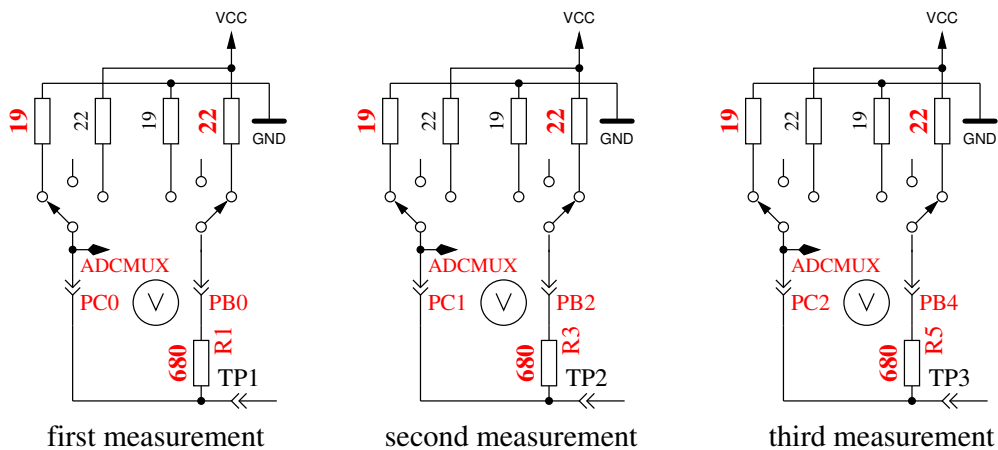

Abbildung 4.26: Messung des Innenwiderstandes von auf GND geschalteten Port C Ausgängen.
5. Dieser Schritt testet die **Fähigkeit von mit GND (-) verbundenen 470kΩ Widerständen (H) die Testpins auf GND zu ziehen**. Zeile 1 zeigt den Text „RH-“. Zeile 2 sollte für alle drei Pinne Null mV anzeigen.
6. Dieser Schritt testet die **Fähigkeit von mit VCC (+) verbundenen 470kΩ Widerständen (H) die Testpins auf VCC zu ziehen**. Zeile 1 zeigt den Text „RH+“. Der bestmögliche mV Wert für die drei Messungen wäre 5001 in Zeile 2. Große Abweichungen vom Idealwert für Schritt 5 und 6 sind Fehler wie Isolations Problem, Flußmittelreste oder beschädigter Port.
7. **Messung des Innenwiderstandes eines auf GND geschalteten Ausganges.** Der Text in der ersten Zeile des LCD ist „Ri.Lo = (mV)“. In der zweiten Zeile des LCDs werden drei Spannungswerte angezeigt. Die internen Port C Widerstände von auf GND (-) geschalteten Ausgängen werden mit dem Strom der nach VCC (+) geschalteten 680Ω Widerstände gemessen, siehe Abbildung 4.26. Es werden nur die drei Pinne des ADC Ports vermessen, die Widerstands-Ports PB0, PB2 und PB4 können nicht ohne Veränderung der Hardware gemessen werden. Es wird angenommen, daß die Port Widerstände von unterschiedlichen Ports nahezu identisch sind. Um die Widerstandswerte zu erhalten, müssen die angezeigten mV Werte durch ungefähr 7 geteilt werden (siehe Schritt 8).